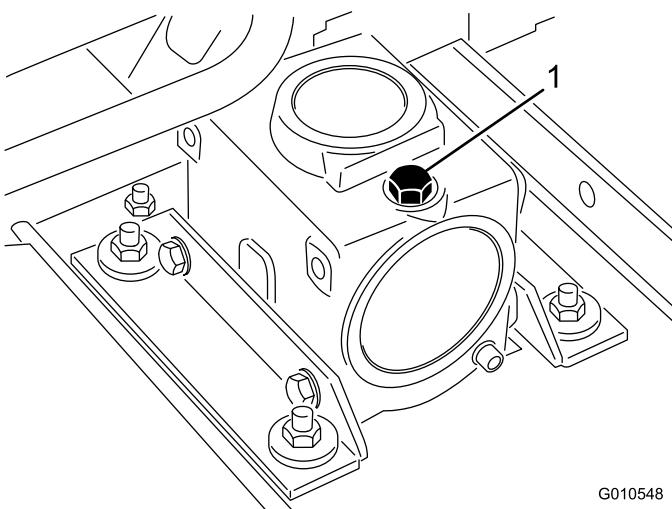

図 31
3. ギアボックスの上部についているディップスティック兼給油プラグ 図 31を取り、オイルの量が、ディップスティックについている2本のマークの間にあることを確認する。油量が少なければ、SAE 80-90 wt. ギア用潤滑油を2本の